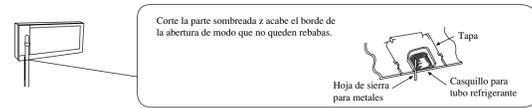

Fig. 3-6
(2) En el caso de sacar los tubos refrigerantes desde debajo del lado izquierdo, córtese el manguito e insértese el tubo en el mismo. (Fig. 3-6)